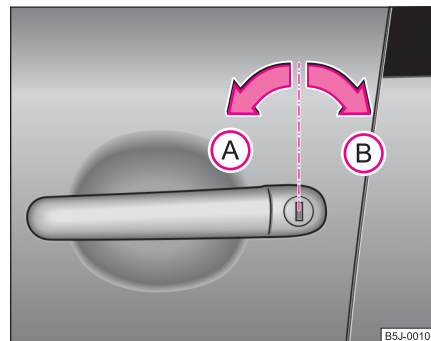

Fig. 22 Giros de llave para abrir y cerrar
- Gire hacia la izquierda la llave en la cerradura de la puerta del conductor a la posición de apertura **(A)** ⇒ fig. 22.
- Gire hacia la derecha la llave en la cerradura de la puerta del conductor a la posición de cierre (B) ⇒ página 47, fig. 22.